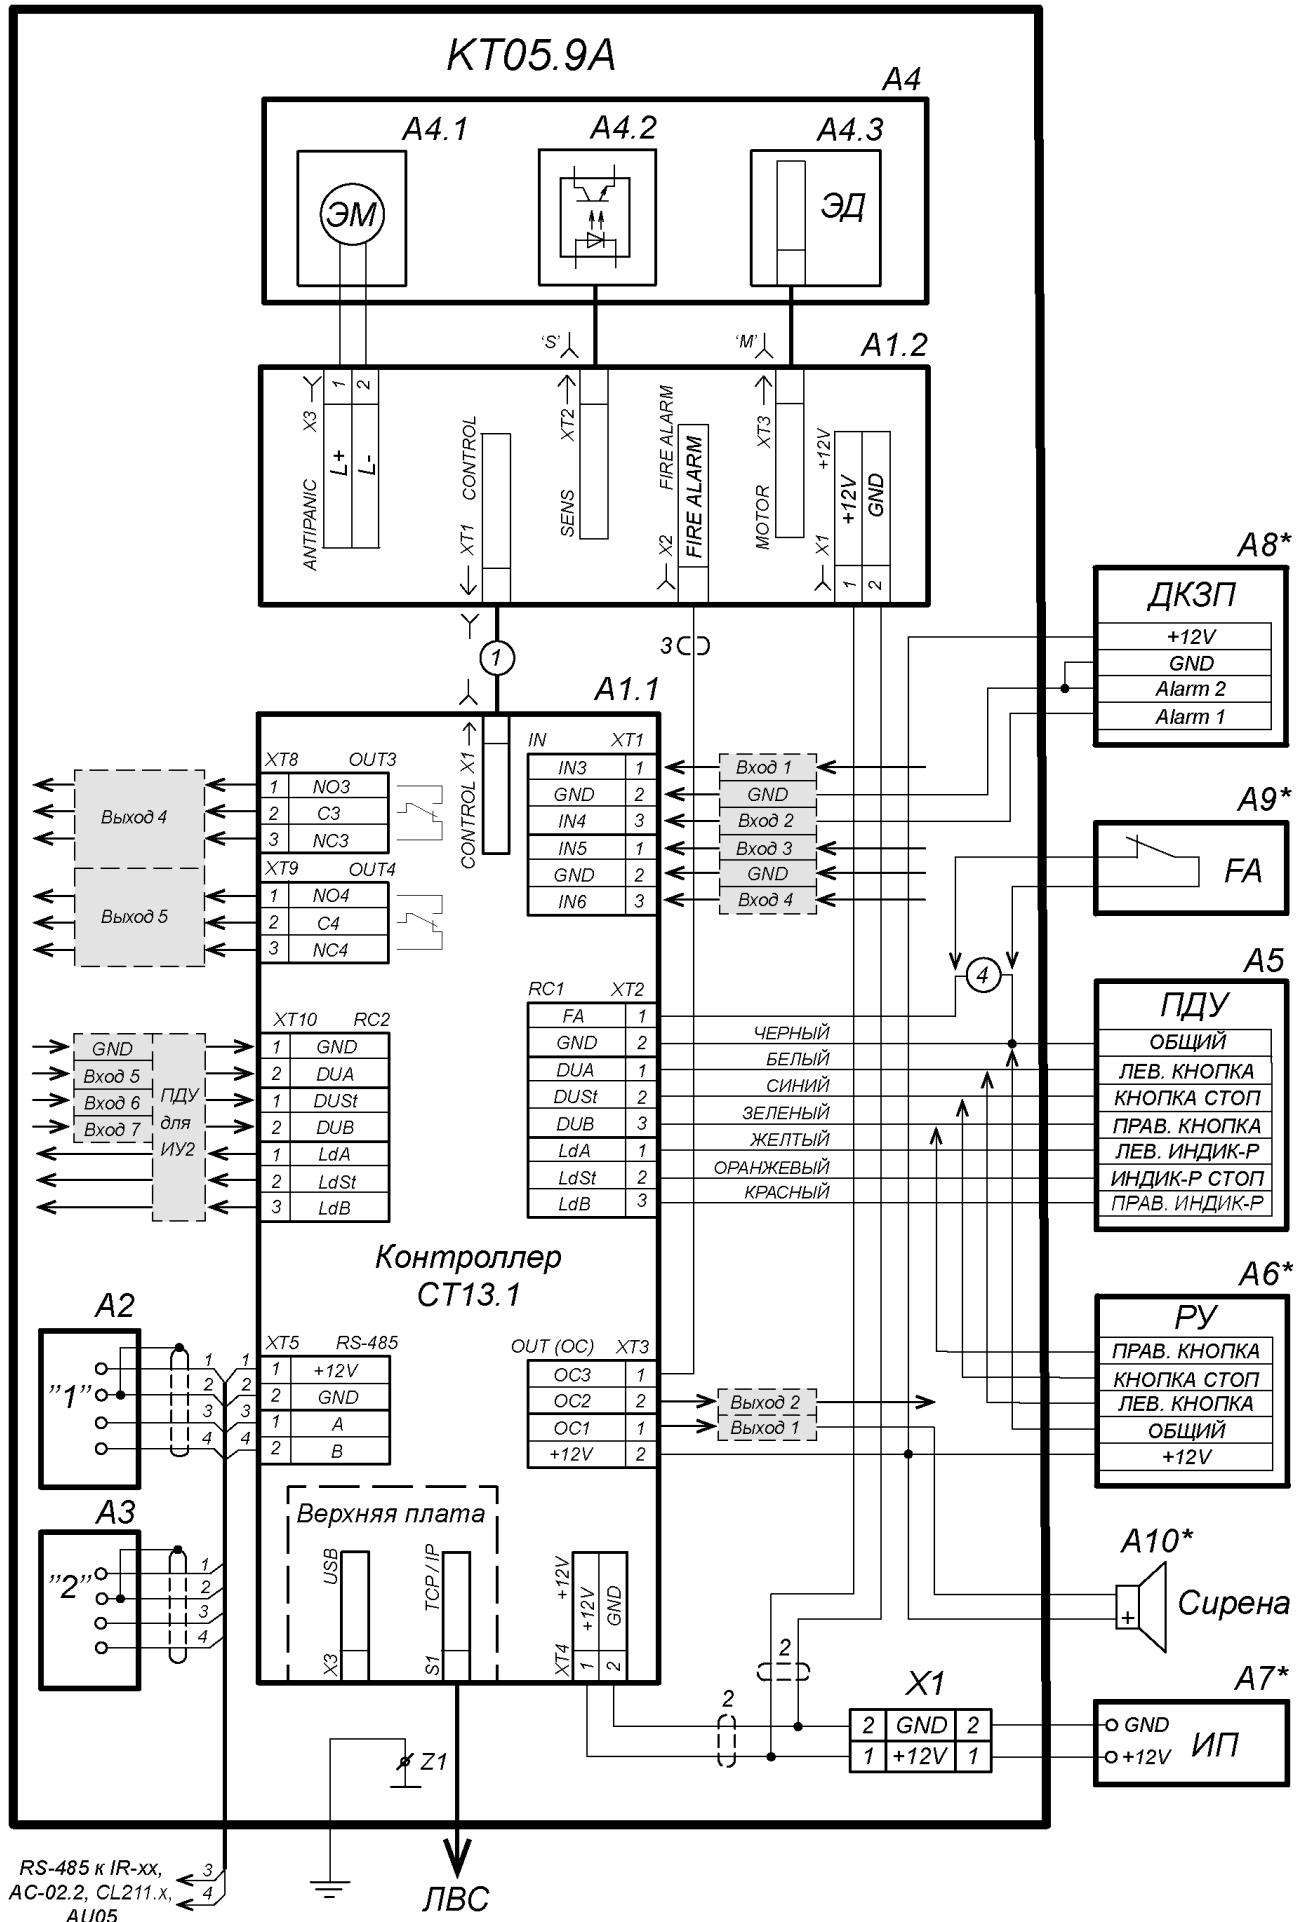

Рисунок 13. Схема подключения ЭП и дополнительного оборудования
Предприятие-изготовитель не несет ответственности за ущерб, нанесенный в результате неправильного монтажа, и отклоняет любые претензии, если монтаж выполнен не в соответствии с указаниями, приводимыми в настоящем руководстве. Расположение клеммных колодок на нижней плате контроллера ЭП показано на рис. 6, назначение контактов клеммных колодок указано в табл. 1. Схема подключения приведена на рис. 13. Используемые при подключении типы кабелей указаны в табл. 4. При монтаже ЭП придерживайтесь следующей последовательности действий:
1 – кабель питания; 2 – кабель от ПДУ / устройства РУ; 3 – кабель *Ethernet*; 4 – кабель управления; 5 – кабели подключения считывателей; 6 – плата контроллера; 7 – плата коммутации; 8 – контакт заземления, 9 – кабель заземления; позиционные обозначения А1-А3 и Z1 – указаны на рис. 13
11. Подключите кабель питания (15) к выносной клеммной колодке **X1** на кронштейне платы контроллера ЭП согласно схеме, приведенной на рис. 13.
12. Подключите кабель (13) ПДУ (12) к клеммной колодке **XT2** на плате контроллера ЭП согласно схеме, приведенной на рис. 13.
13. Подключите при необходимости кабели от других устройств к соответствующим клеммным колодкам платы контроллера ЭП согласно схеме, приведенной на рис. 13.